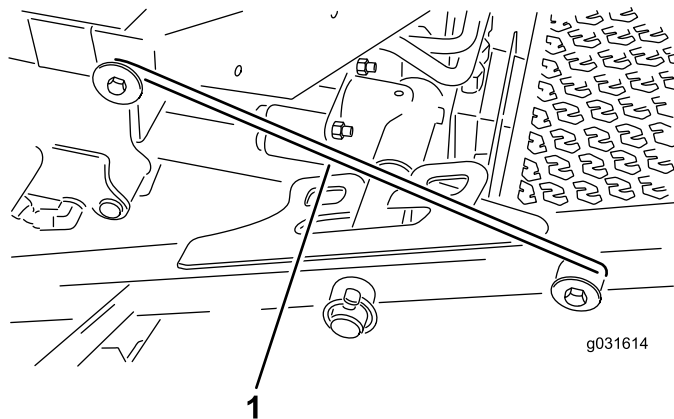

図 33
4. 前側キャリアフレームリテーナからラッチのロッドを外す 図 33。
5. 前カッティングユニットの外側を持ち上げ、運転台前部のフレームについているピンにラッチを掛ける 図 33。